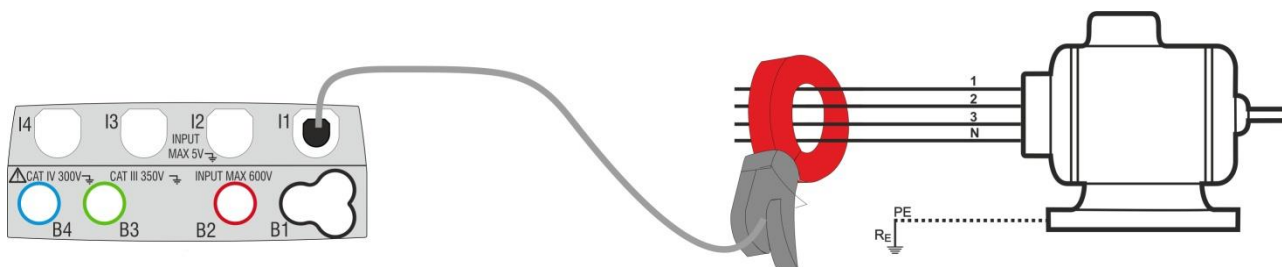

Fig. 25: Medição indireta da corrente de fuga em instalações trifásicas
5. Para medições indiretas da corrente de fuga, ligar a pinça externa de acordo com a Fig. 25 . Para medições diretas da corrente de fuga, ligar a pinça de acordo com a Fig. 26 e desconectar as eventuais ligações adicionais de terra que poderão influenciar os resultados do teste